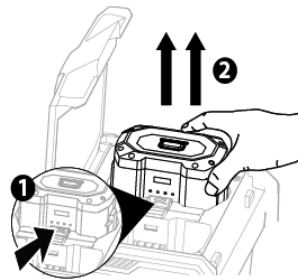

Рис. 9
2. Для отсоединения аккумуляторной батареи нажмите кнопку освобождения аккумулятора, чтобы открыть защелку (1, рис. 9).
3. Извлеките аккумулятор из отсека (2, рис. 9).